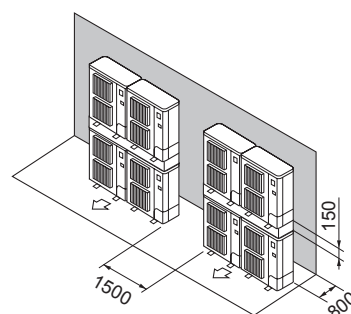

Fig. 2-18
- ⑦ Uppställning med staplade enheter (Fig. 2-18)